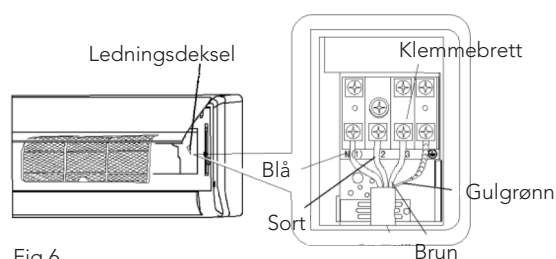

Fig.6
2. Fjern ledningsdekselet (Fig.6).